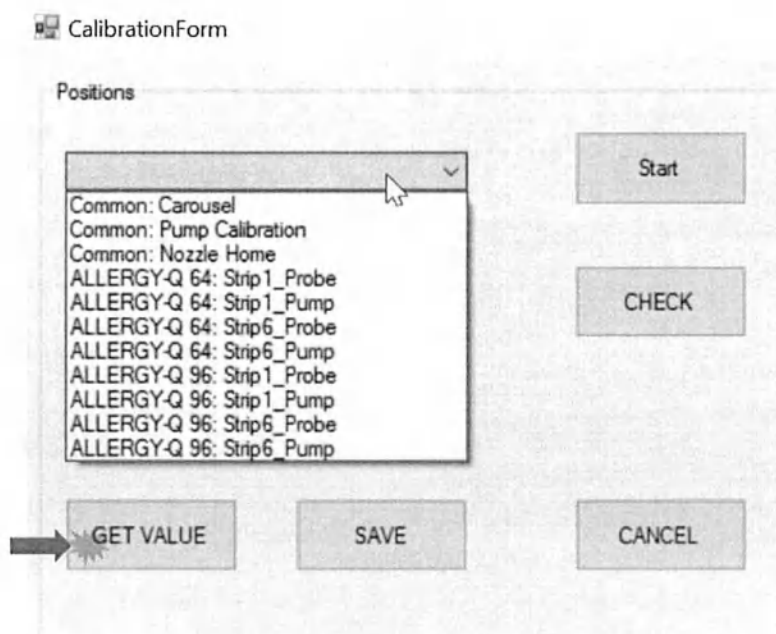

Рисунок 28
9.5.4.7 Нажмите кнопку «ПОЛУЧИТЬ ЗНАЧЕНИЕ / GETVALUE», и зонд переместится в исходное положение, и местоположение будет записано [Рисунок 28].